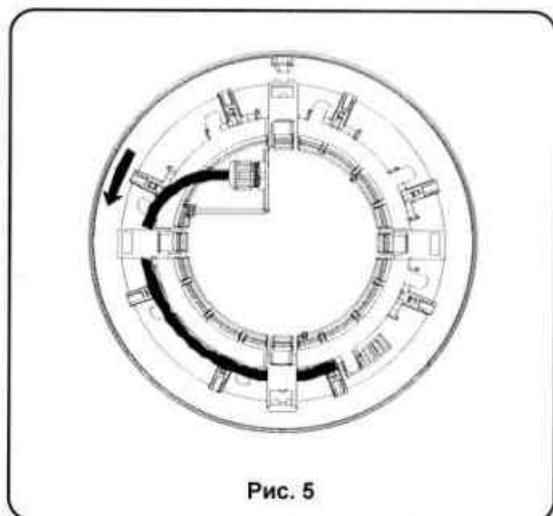
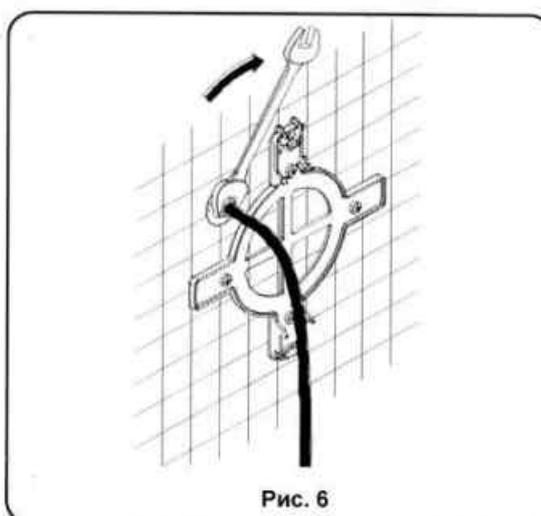
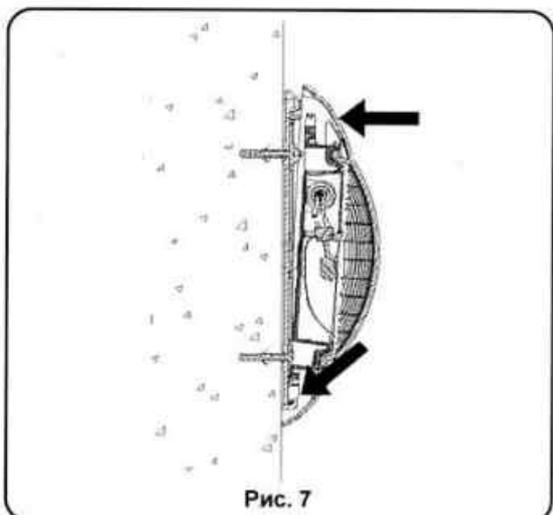

Рис. 5
Рис. 6
Рис. 7
Смотайте кабель в направлении против часовой стрелки под фиксирующими зажимами защитного экрана (рис. 5). Плотно затяните гайку кабельного сальника (№ 12). (Рис. 6). Расположите светильник так, чтобы слово "TOP" было сверху. Сначала установите в монтажный кронштейн нижний фиксирующими зажим защитного экрана. Затем нажмите на верхнюю часть светильника для того, чтобы светильник плотно вошел в монтажный кронштейн (рис. 7).
Смотайте 1,5 м кабеля (F) в направлении против часовой стрелки под фиксирующими зажимами экрана (рис. 5).